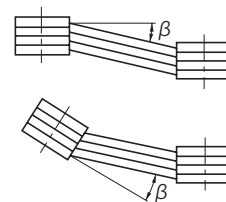

図 5-3
- 両プーリ間の平行度、偏心度 $\beta$ は $20^\circ$ 以内としてください。(図 5-3 参照)